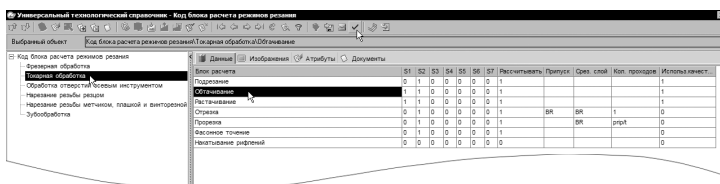

Рисунок 49
1. Выберите из предложенного списка последовательно *Токарная обработка – Обтачивание* и нажмите кнопку **Применить** (рис. 49).